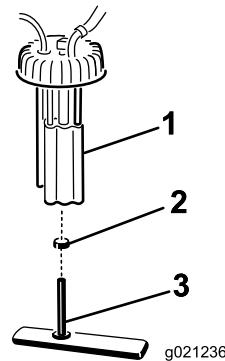

Figura 50
2. Estraete il connettore di cablaggio fili dalla pompa del carburante (Figura 50)
3. Rimuovete il gruppo pompa del carburante e il filtro del carburante dal serbatoio (Figura 50).
4. Rimuovete la fascetta che fissa il filtro del carburante ai raccordi della pompa del carburante. Rimuovete il tubo dai raccordi (Figura 50).